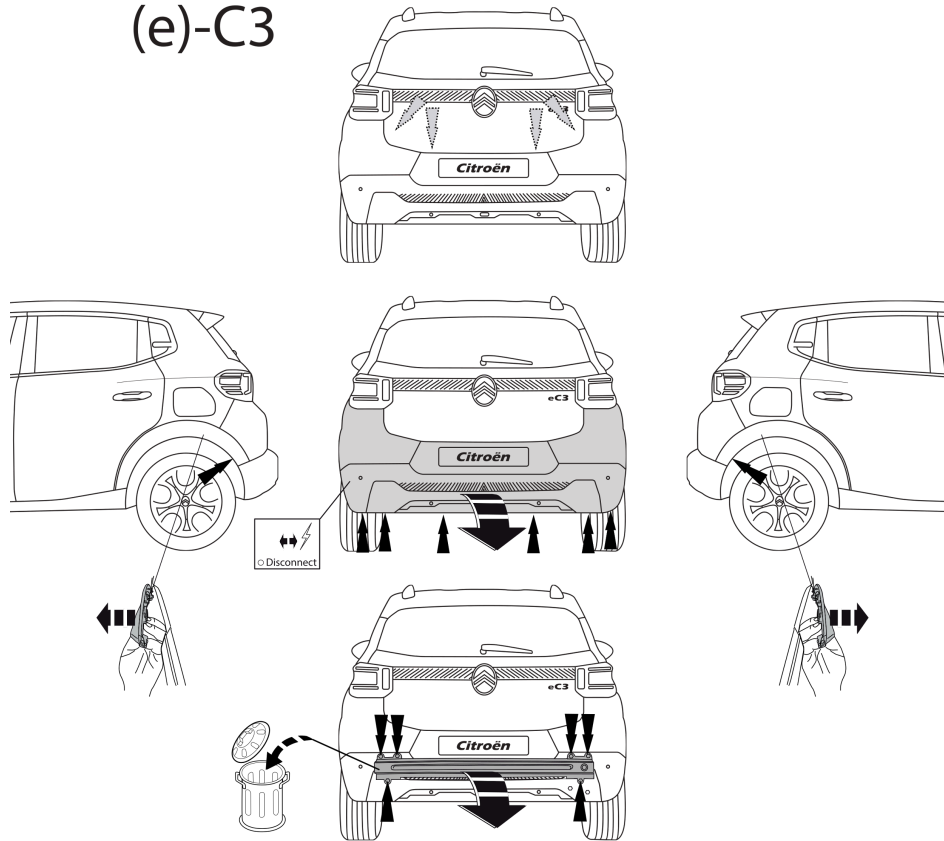

Fig. 8
2. Citroën (e)-C3/DS 3: Снять бампер вместе со буферным брусом автомобиля. Буферный брус больше не понадобится. См. рисунок 8 & 9.